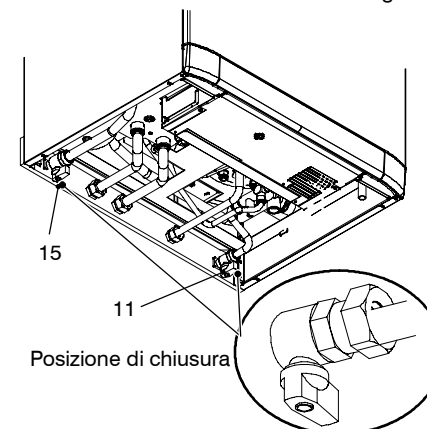

fig. 9.3
- 1 Chiudere il rubinetto entrata 11 in fig. 9.3